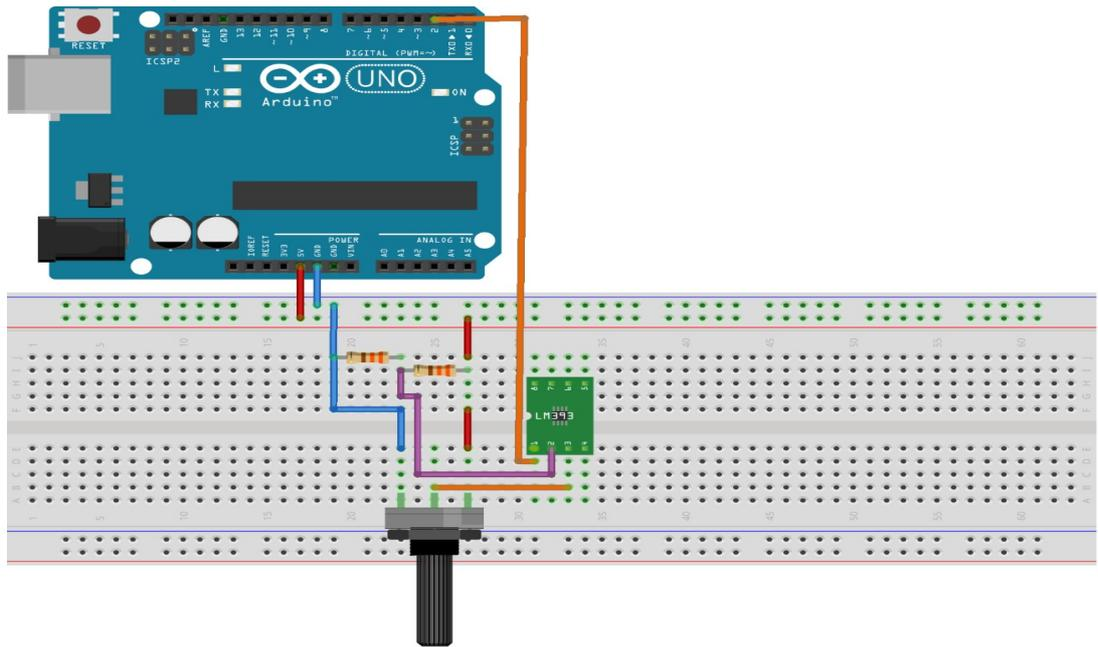

Figura 6. Conexiones con un sensor de intensidad de luz utilizando un amplificador operacional.
4. Utilizando el amplificador operacional LM339 como comparador, conecte la salida de la foto resistencia del punto anterior a la entrada positiva del comparador y a la entrada negativa conecte un divisor de voltaje con un potenciómetro de 100K ohms, como se muestra en la figura 6. Varié el potenciómetro hasta que la salida del comparador pueda distinguir diferentes estados de iluminación. Conecte la salida del comparador a una entrada digital del Arduino.